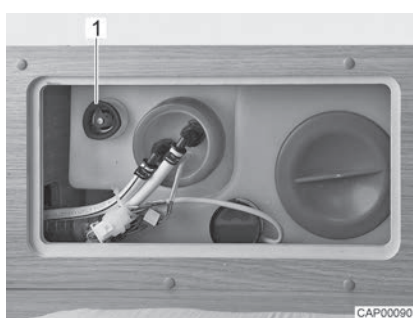

Fig. 141 Réservoir d'eau avec poignée tournante
- Faire tourner à fond dans le sens des aiguilles d'une montre la poignée tournante (Fig. 141,1) située sur le réservoir d'eau.
- Faire tourner la poignée tournante (Fig. 141,1) située sur le réservoir d'eau dans le sens inverse des aiguilles d'une montre jusqu'à ressentir une résistance. L'eau s'écoule, env. 20 litres restent.